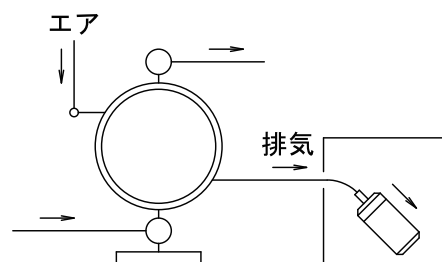

Fig3.2
- *排気は液材中ではなく外部に開放してください。方法は後述の「<NOTE>外部排気の方法」の Fig.3.2 を参照してください。